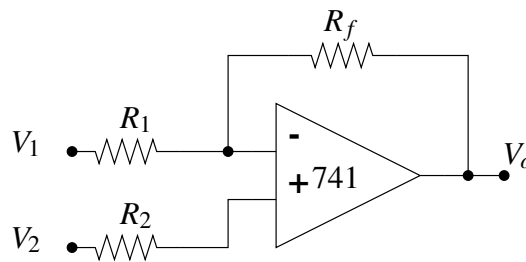

Figura 4: Amplificador operacional em montagem subtratora.
Monte o circuito representado na Figura 4 fazendo  $R_1 = R_2 = 10k\Omega$  e  $R_f = 10k\Omega$ .
2. Realize a simulação do circuito representado na Figura 4 quando na entrada  $V_2$  tem uma onda sinusoidal de 2V de amplitude e frequência de 1kHz e na entrada  $V_1$  tem uma fonte de tensão constante de 5V. Observe os sinais em  $V_1$ ,  $V_2$ , na entrada  $v^-$  do ampop e na saída do circuito,  $V_o$  (Simulação-3).